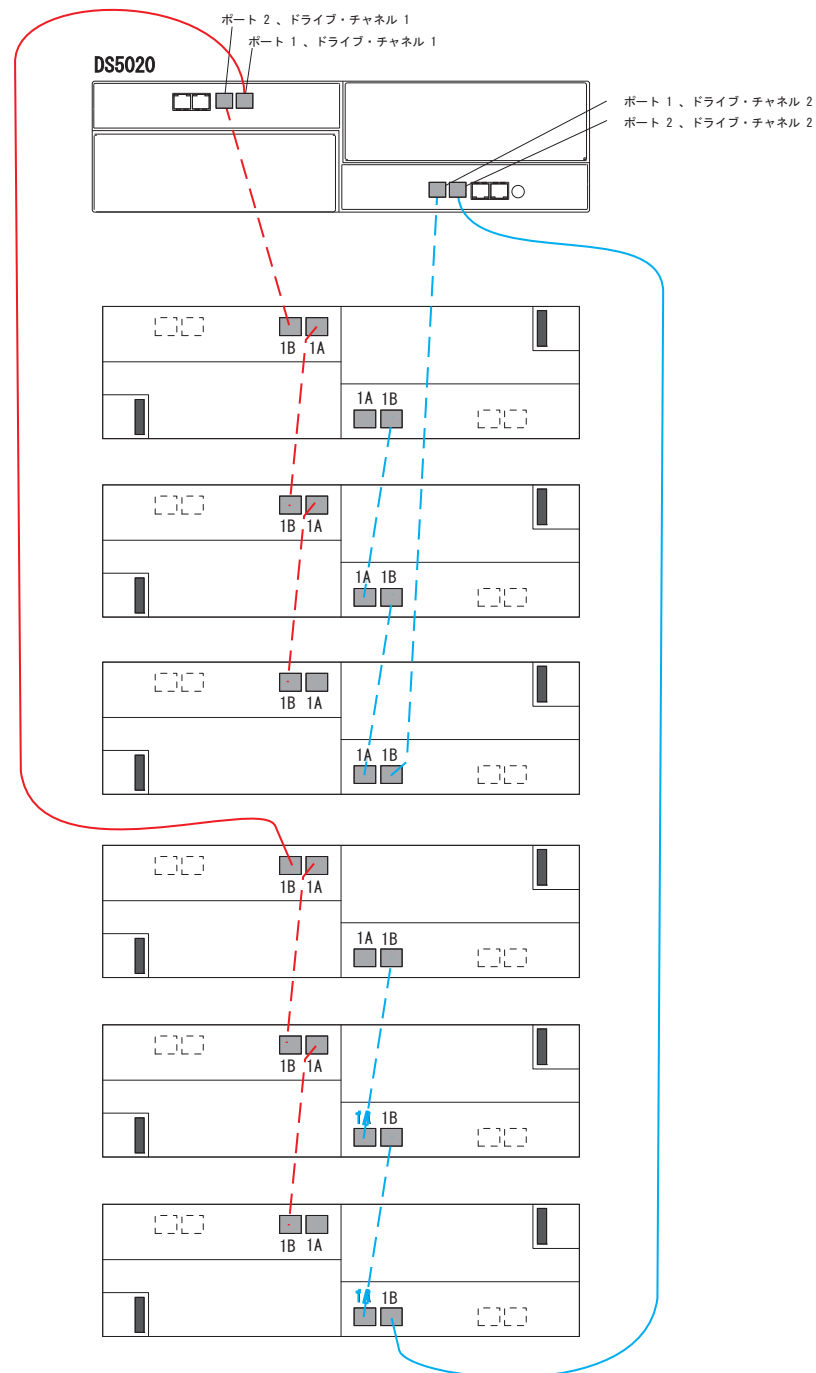

図 42. 1 つの DS5020 と最大 6 つのストレージ拡張エンクロージャーのケーブル接続
1 つの DS5020 ストレージ・サブシステムと 6 つまでのストレージ拡張エンクロージャーをケーブル接続する場合、図 42 に正しいケーブル接続トポロジーが示してあります。
7. 6 個のストレージ拡張エンクロージャーを DS5020 に接続する場合、両方のドライブ・チャンネル内のすべてのポートを使用します。ケーブル接続トポロジーについては、79 ページの図 42 を参照してください。